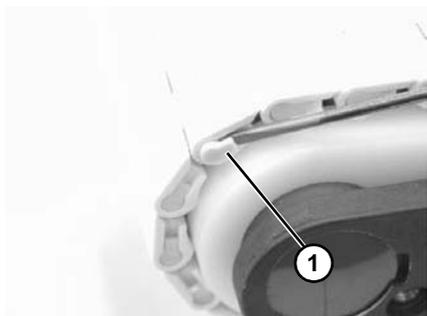

Figure 37
1. Choisir un maillon de la bande côté de l'ensemble du rouleau d'extrémité pour retirer les capuchons. Glisser la lame plate de 2,4 mm du tournevis sous les onglets des capuchons (**Figure 37, élément 1**) et retirer le capuchon. Répéter cela sur le côté opposé du convoyeur.